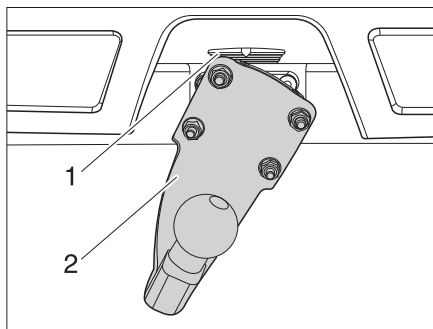

Fig. 5 Gancio di traino
- Applicare il gancio di traino (Fig. 5,2) nell'arresto (Fig. 5,1) ad un angolo di 90°.
- Abbassare il gancio di traino (Fig. 5,2) fino all'innesto dell'arresto (Fig. 5,1).
- Spingere l'arresto (Fig. 5,1) verso l'alto.
- Ruotare il gancio di traino (Fig. 5,2) di 90° in senso antiorario.
- Rilasciare l'arresto (Fig. 5,1).
- Togliere il gancio di traino (Fig. 5,2).